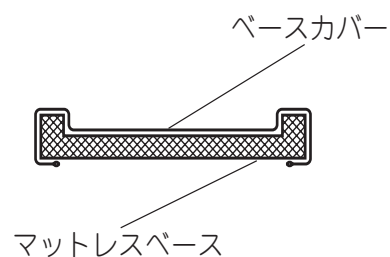

図7
- マットレスベースのくぼみにそうようにベースカバーをセットしてください。(図7)
6. マットレスベースにベースカバーをかぶせます。(図7)